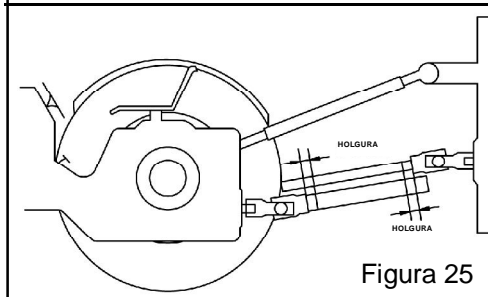

Figura 25
- Coloque las dos partes (macho y hembra) paralelas (Figura 25) marque el exceso de las dos partes, observando que los pedazos que serán cortados en ambas partes deben ser iguales.